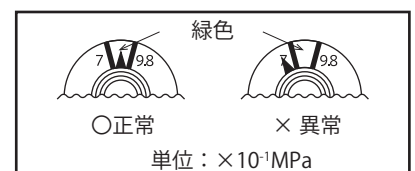

図 9
- ☑ 指示圧力計の指針が緑色の範囲内 (0.7 ~ 0.98MPa) に入っている (図 9)
- ☑ **指示圧力計の指針が緑色の範囲内 (0.7 ~ 0.98MPa) に入っている (前ページ・図 9)**